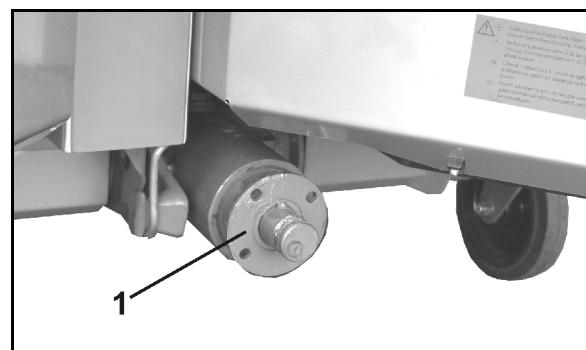

图 35
1. 用一个拔取器从齿轮箱输入轴上拔下法兰轴套 (图 35/1)。